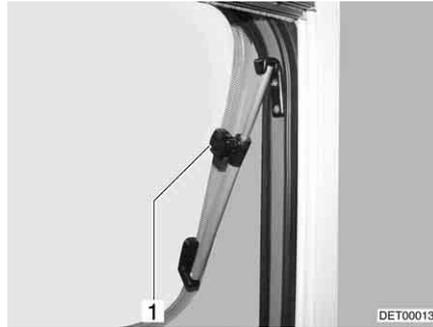

Bild 74 Dachhaube mit Dreh-Ausstellern, geöffnet
- Dachhaube bis zur gewünschten Stellung öffnen und mit Rändelknopf (Bild 74,1) feststellen.
- Rändelknopf (Bild 74,1) drehen, bis Arretierung freigegeben wird.